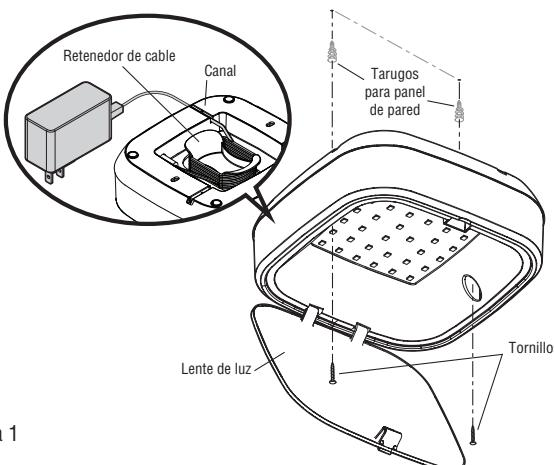

Figura 1
1. Con el lente de la luz inteligente abierto, sujetel dispositivo a la superficie de la ubicación de montaje deseada a menos de 6 pies (1.83 m) del tomacorriente. Marque la ubicación de los orificios para los tornillos en la superficie de montaje con un bolígrafo o un lápiz (Figura 1).